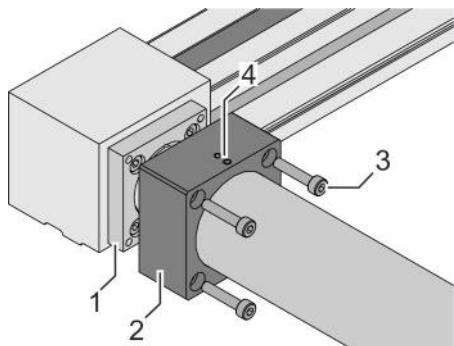

Fig. 28: Montaggio della flangia adattatore
10. Spingere la flangia adattatore (Fig. 28/2) sui rinvii per cinghia dentata/sulle piastre intermedie (Fig. 28/1).
11. Di volta in volta stringere in diagonale 4 viti (Fig. 28/3) in modo alternato:
12. Posizionare il tubo di protezione nella flangia adattatore e fissarlo con le viti filettate (Fig. 28/4).